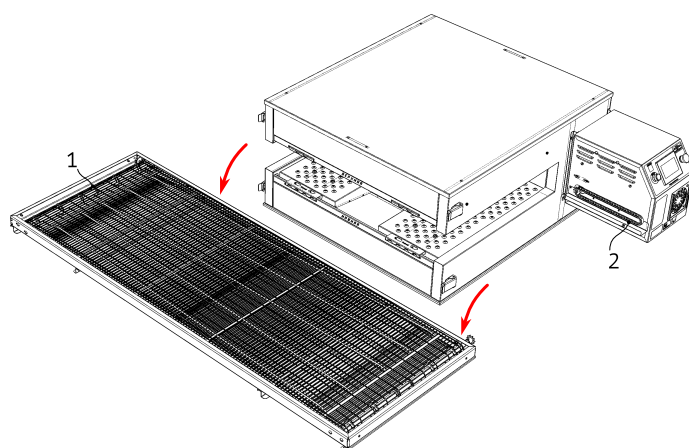

Рисунок 9
3. Вытащите конвейер 1, предварительно сняв цепь 2 со звёздочки приводного вала конвейера, см. Рис. 9. ВНИМАНИЕ! Во избежание травм и повреждения изделия извлекать конвейер следует вдвоём.